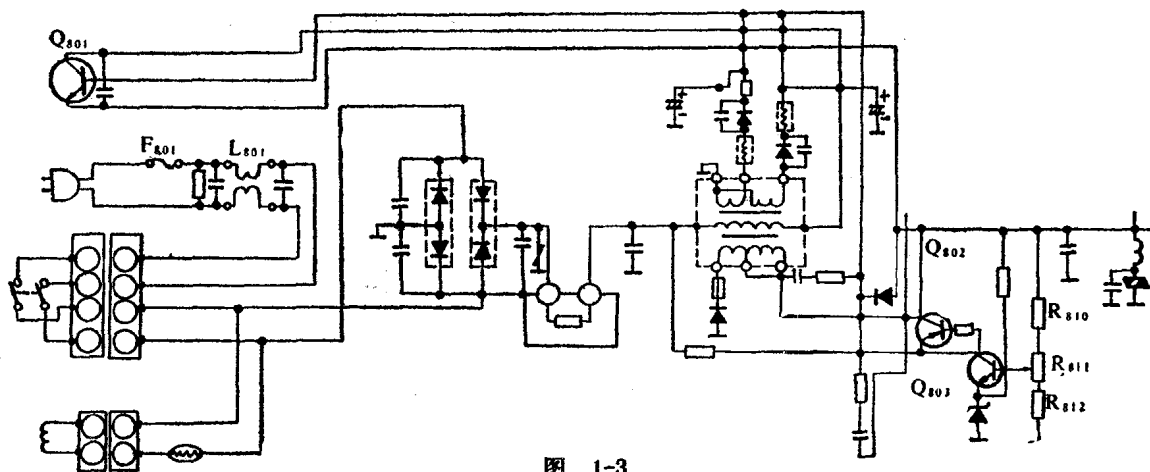

图 1-3
1. 检查保险丝，电路见图1-3。将保险管F₈₀₁取下，发现保险管内部的保险丝已烧断。换上新保险后，测量电源插头电阻值为47Ω，说明交流输入电路基本正常。